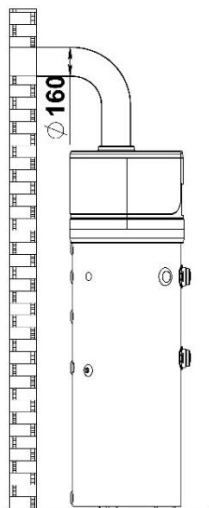

Fig. 5a – Ejemplo de conducto de aire
- Suministro de aire en la habitación y expulsión del aire frío hacia la zona exterior (Fig. 5a). - Necesidad de orificios para el acceso de aire a la habitación. La sala debe tener un área de al menos 20 m³.
Cuando se conecta esquemáticamente (Figs. 5a y 5b), hace falta construir un sistema de conducto de aire que cumpla con los siguientes requisitos: